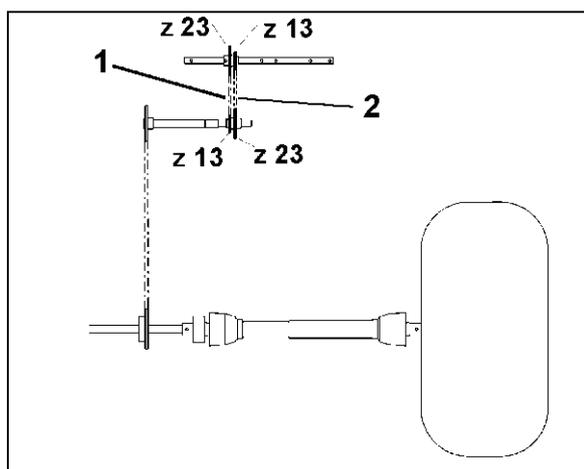

Fig. 33
- Transmisión lenta para cantidades normales (Fig. 33/1).
- Transmisión rápida para cantidades grandes (Fig. 33/2).